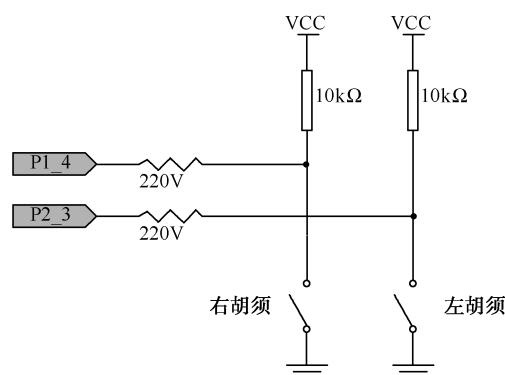

图 4-3 “胡须”电路
如图 4-3 所示，搭建“胡须”电路。
观察一下如图 4-3 所示的“胡须”电路，显然每条“胡须”都是一个机械式的、接地常开的开关。“胡须”接地 (GND) 是因为教学板外围的镀金孔都连接到 GND。金属支架和螺钉给“胡须”提供电气连接。
通过编程让单片机探测什么时候“胡须”被触动。由图 4-3 可知，连接到每个“胡须”电路的 I/O 引脚监视着 $10k\Omega$ 上拉电阻上的电压变化。当“胡须”没有被触动时，连接胡须的 I/O 引脚的电压是 5V；当胡须被触动时，I/O 短接到地，所以 I/O 引脚的电压是 0V。
上拉电阻就是与电源相连，并起到拉高电平作用的电阻。此电阻还起到限流的作用，如图 4-3 中的 $10k\Omega$ 电阻即为上拉电阻。
- (1) 接通教学板和伺服电机的电源。
- (2) 输入、保存并运行程序 TestWhiskers.c。
- (3) 这个例程要用到调试终端，所以当程序运行时要确保串口电缆已连接好。
- (4) 检查图 4-3 所示电路，弄清楚哪条“胡须”是左边“胡须”，哪条“胡须”是右边“胡须”。